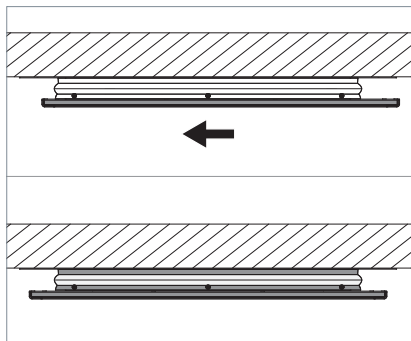

Fig. 10: Accrocher l'élément de lumière directe.
- Poussez l'élément de lumière directe vers la gauche jusqu'à la butée, voir Fig. 10. L'élément de lumière directe est aligné de façon centrale par rapport au cadre du luminaire.